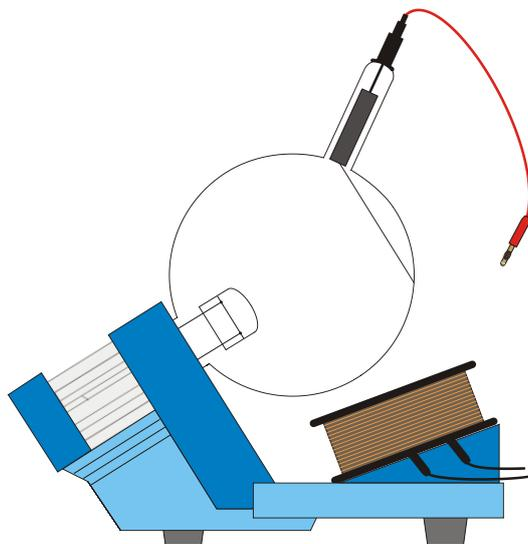

Fig.4 Montagem da bobina adicional
- Colocar a bobina adicional no suporte para tubos conforme a fig. 4.